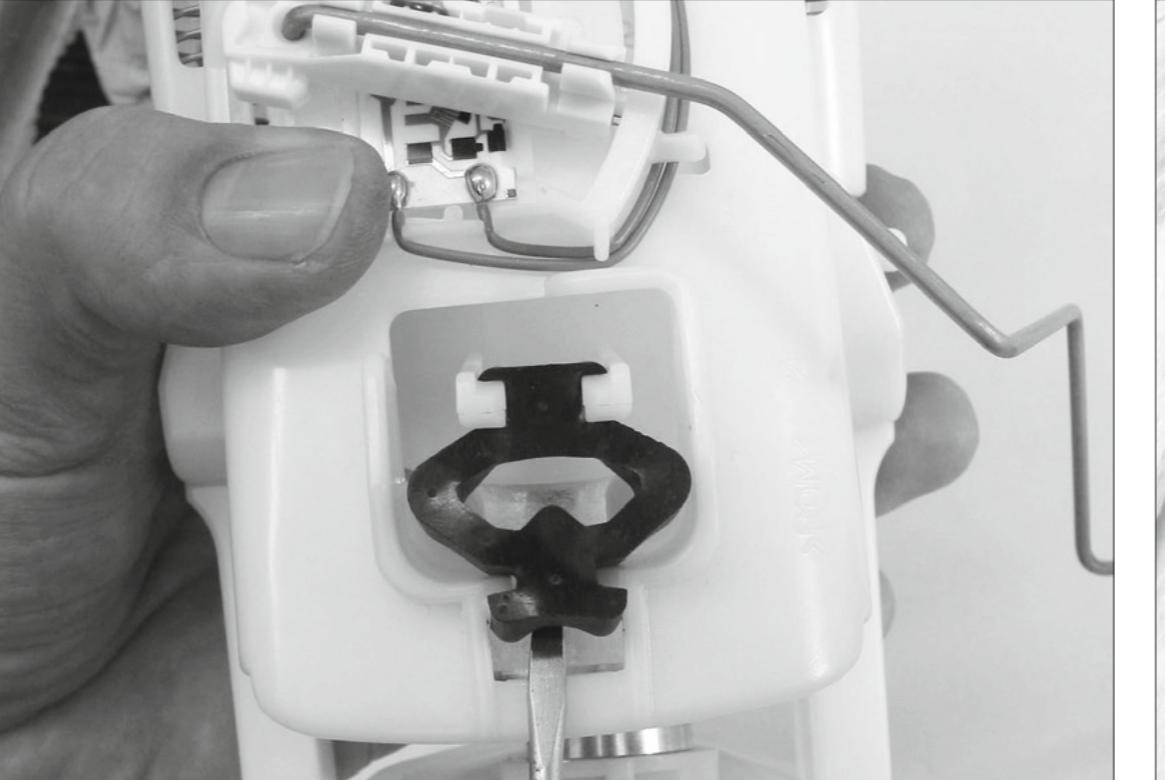

Abb. 3/Fig. 3/Puc. 3/图3
- Die vormontierte neue Pumpe (9) mit Halter (8) in die Fördereinheit schieben.
Die drei Gummipuffer (12) wieder in die Aufnahmen an Fördereinheit und Halter drücken (vgl. Abb. 3).